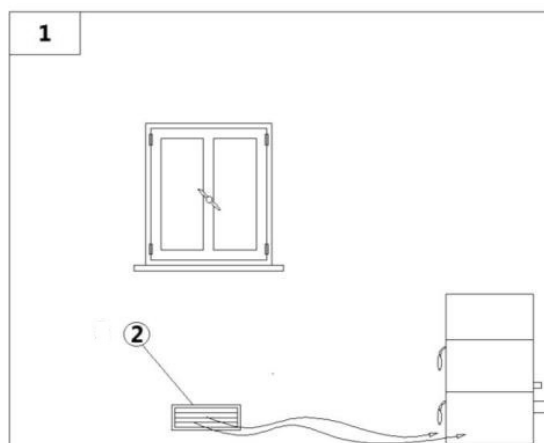

Fig. 11 - Afluencia del aire directa
LEYENDA	Fig. 11
- La afluencia del aire entre el ambiente externo y la sala puede suceder por vía directa por medio de una brecha en la pared externa del edificio (véase **Fig. 11**).
LEYENDA Fig. 11